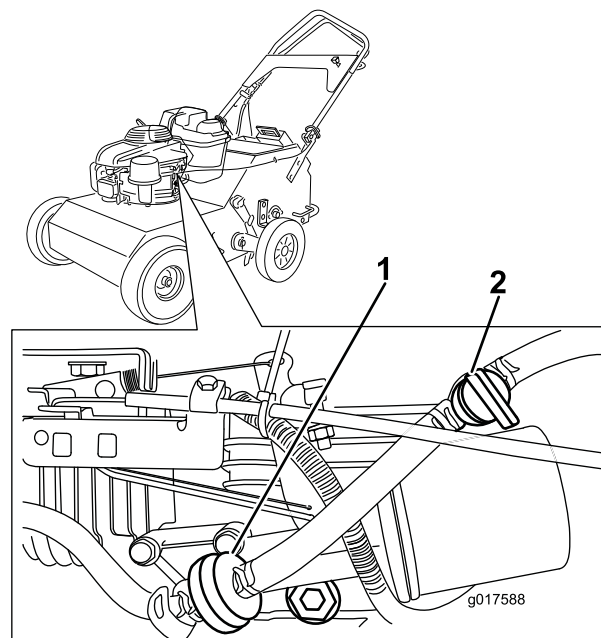

Figure 42
3. Fermez le robinet d'arrivée de carburant (Figure 42).
4. Pincez les extrémités des colliers et éloignez les colliers du filtre (Figure 42).
6. Branchez les flexibles sur les raccords du nouveau filtre (Figure 42).